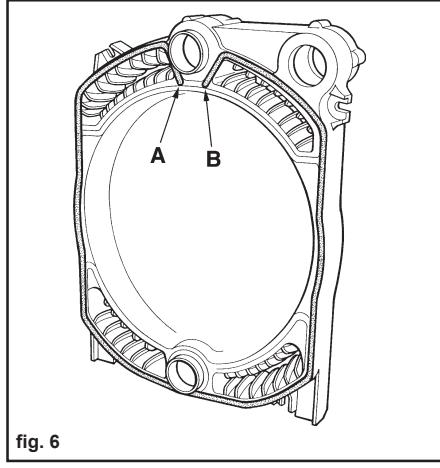

fig. 6
- 6 (fig. 6) Partiendo del punto "A", montar la junta de estanquidad en su ranura. Seguir el recorrido indicado hasta completarlo en el punto "B".